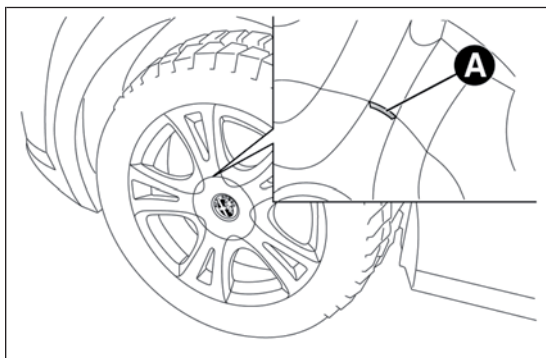

РИС. 120
- **исполнения с дисками из легких сплавов:** покачайте автомобиль, чтобы облегчить снятие диска со ступицы колеса. В некоторых моделях могут быть установлены диски из легких сплавов с колпаком ступицы колеса (РИС. 120). Чтобы снять колпак, вставьте отвертку в гнезда А и отпустите крепежные болты. Выполните замену колеса в соответствии с приведенным выше описанием;